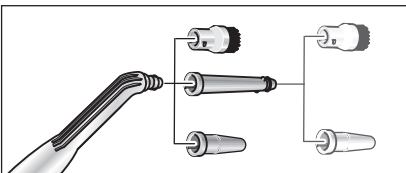

Рис. 6: Насадки для сопла точкового струменя
- Для підвищення ефективності процесу очищення при роботі з соплом точкового струменя (D1) його можна використовувати з подовжувачем (D2), круглою щіткою (D3) або силовим соплом (D4) (див. рис. 6).